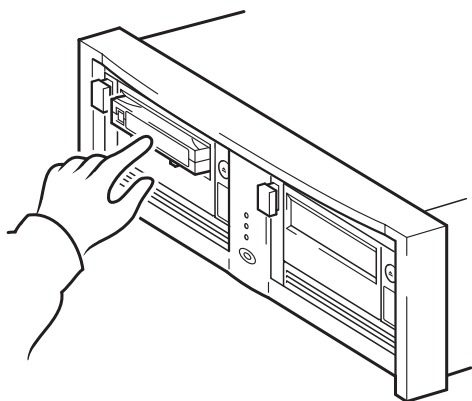

Figura 12a: utilizzo di HP OBDR, fase 1
- 1 Inserire nell'unità a nastro la cartuccia di avvio più recente disponibile (vedere la Figura 12a). È necessario che la cartuccia sia stata scritta da un'applicazione di backup che utilizzi il formato CD-ROM per scrivere i dati sul nastro.